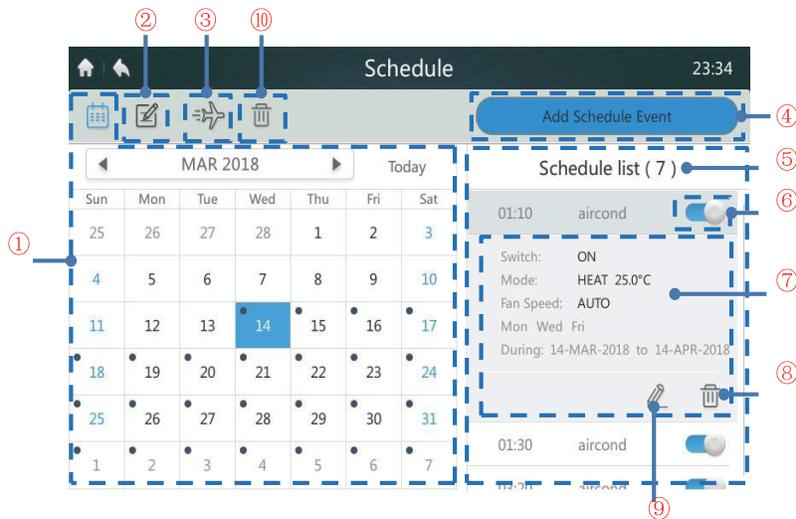

Figura 19. Página de Inicio de la página de Horario
1. Pulsar el botón AGREGAR HORARIO marcado “4” en la **Figura 19** para ingresar a la pantalla como se muestra en la **Figura 20**.
- Pulsar el botón con forma de "AVIÓN" marcado "3" en la **Figura 19** para ajustar los días festivos como se muestra a continuación. Los "Horarios" no se implementan durante el periodo de días festivos.
Pulsar el botón con forma de “BASURERO” marcado “10” en la **Figura 19** para borrar todos los ajustes de horario. Se desplegará la siguiente pantalla. Pulsar “DELETE” para borrar el horario, ó bien “CANCEL” para cancelar la operación.